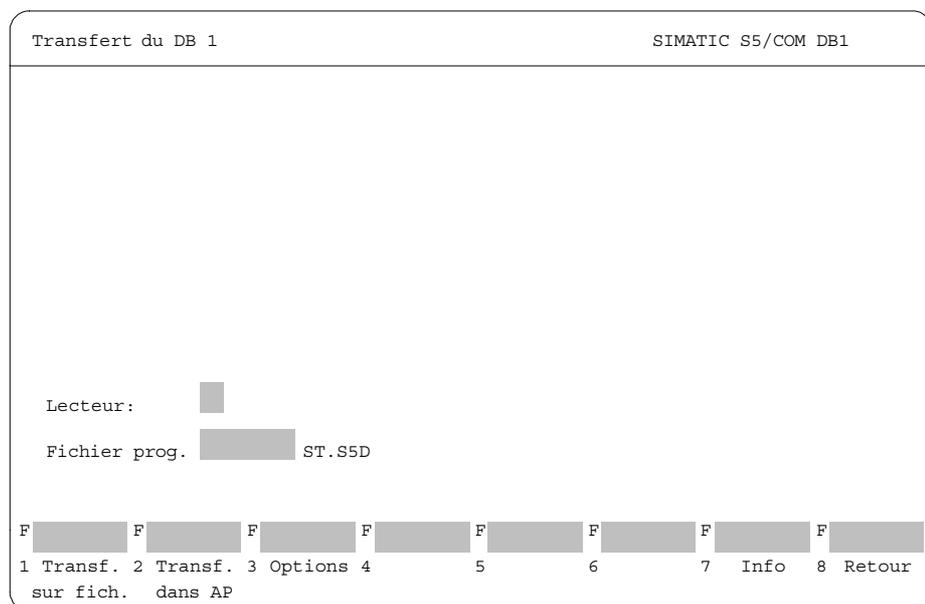

Figure 23-18 Masque *Transfert du DB1* de COM DB1, sélection du transfert dans l'AP
1. Dans le masque *Vue d'ensemble* (figure 23-18), appuyez sur la touche **F3** (*Transf. DB1*).